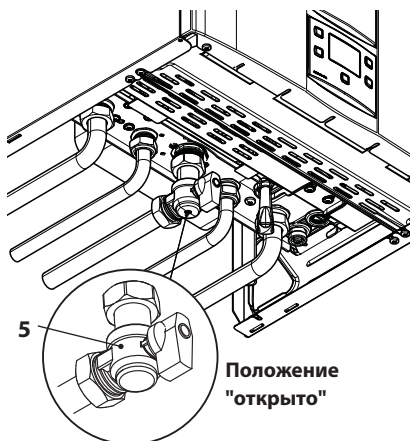

Рисунок 6.1
- Открыть кран газового счетчика и котла 5, см. Рисунок 6.1.